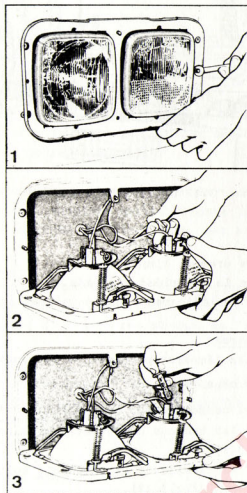

Fig. 3.18 Cambio de lámparas de los faros anteriores.
2. Desenroscar las tuercas que sujetan el marco de los faros (1 fig. 3.18).
3. Desconectar la clavija de la lámpara y soltar el resorte que la sujeta (2 fig. 3.18).
4. Extraer la lámpara (3 fig. 3.18).